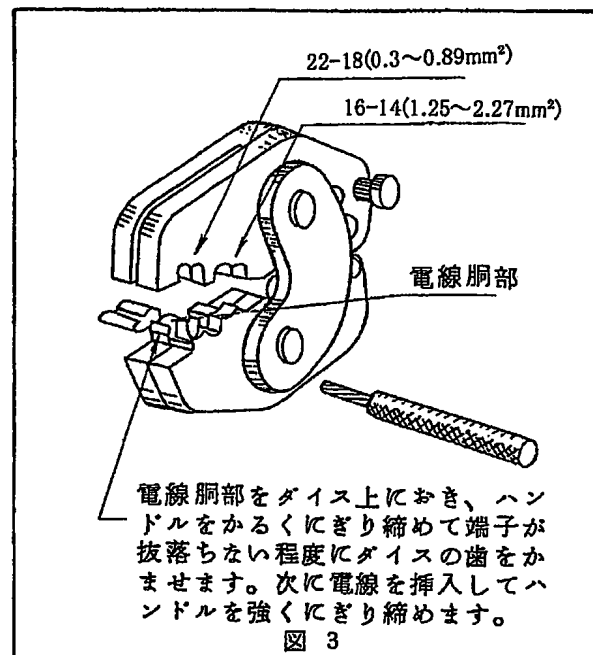

図 3
- (b) 工具を開いて図3に示す位置に端子を入れ、電線圧着部の中心とダイスの中心を合わせてハンドルを軽く閉じ、端子を圧着ダイスで保持させます。